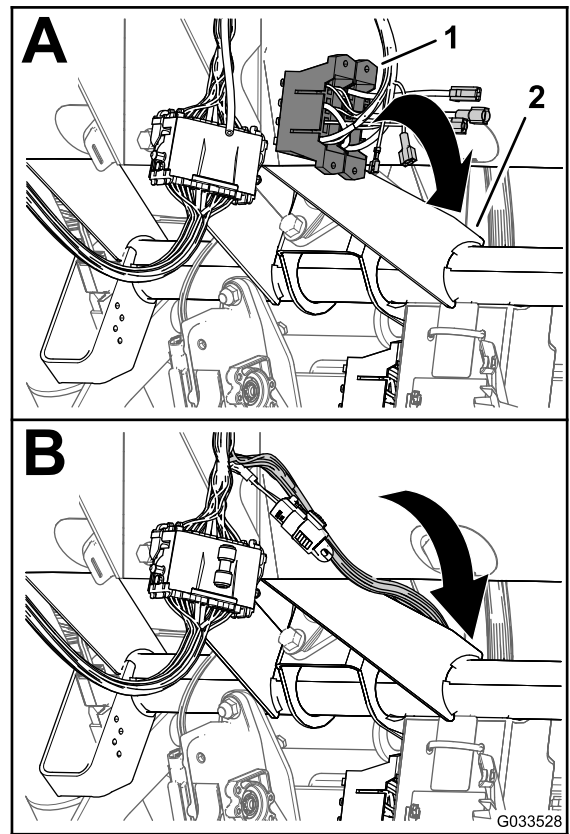

図 24
1. スプレーヤ用のコントロールコンソールで、前方ワイヤハーネスの中のヒューズブロック付きの枝線を、ダッシュパネルの下と車両のクロスチューブとの間から下へ通し、車両のヒューズブロックの前側へ導く 図 24。